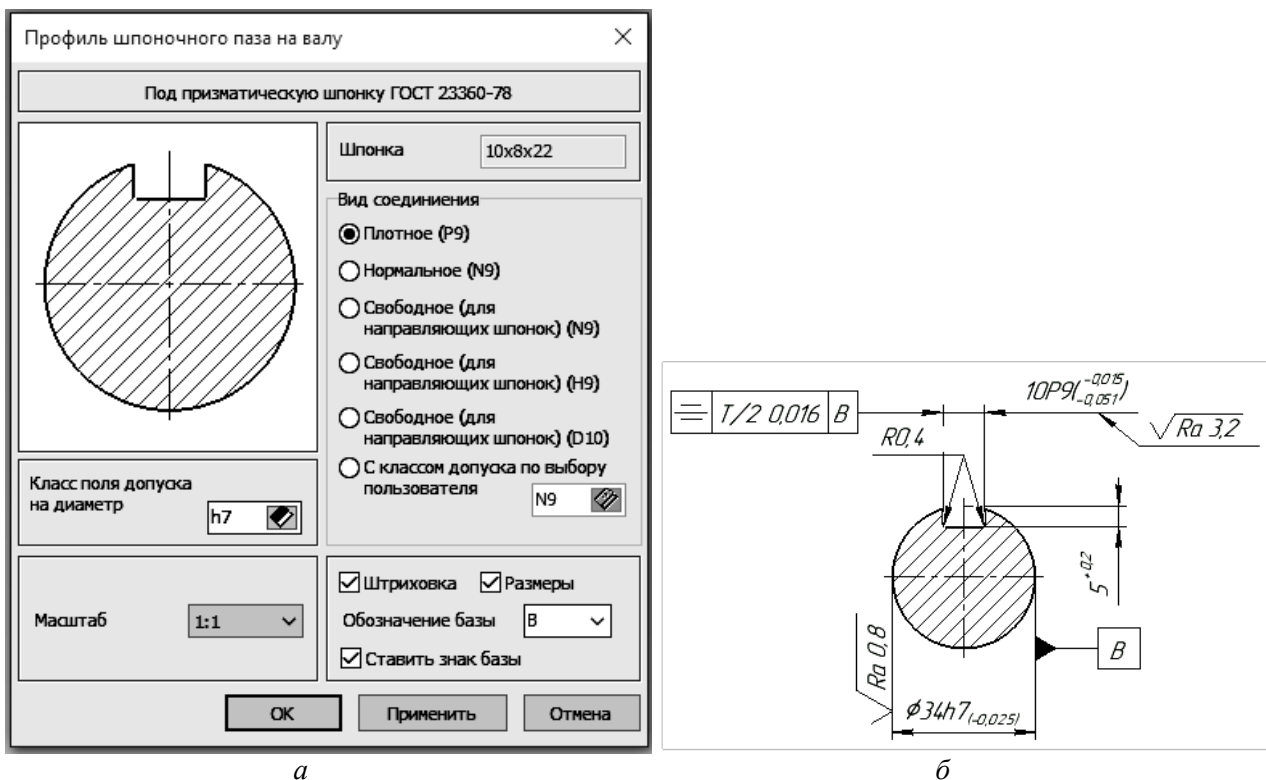

Рис. 15.18. Выбор параметров профиля шпоночного паза (а) и результат его построения (б)
6.3. Для построения профиля шпоночного паза необходимо выделить четвертую цилиндрическую ступень в дереве построения (**Цилиндр. D = 34, L = 37**) выделить «Шпоночный паз под шпонку 10x8x22», выбрать вкладку «Дополнительные построения» → «Выносной элемент». Ввести необходимые параметры. При необходимости можно изменить стандартные параметры, выбрать вид соединения, класс поля допуска, масштаб и т. д. После нажатия кнопки «ОК» на чертеж будет добавлен выносной элемент – профиль шпоночного паза с размерами (рис. 15.18).